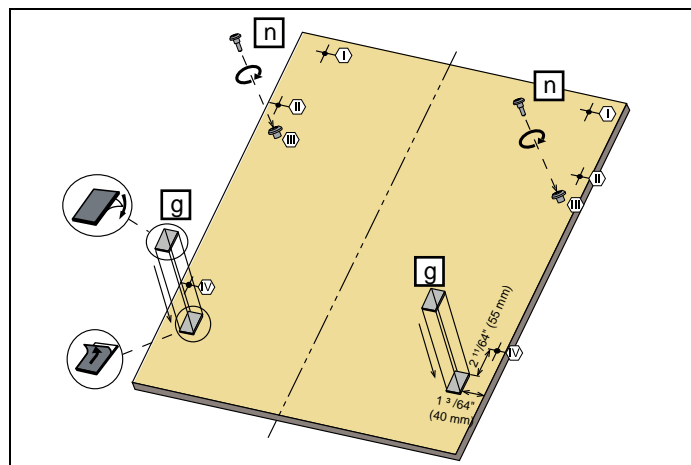

Fig. 25
- 3) Como se muestra en Fig. 25 , se instalan los tornillos \emptyset 5/32" x 27/32" (4 mm x 21,5 mm) en las posiciones III.
- 4) Como se muestra en Fig. 25 , los listones de fijación de madera para puertas se instalan en las posiciones indicadas en la figura.